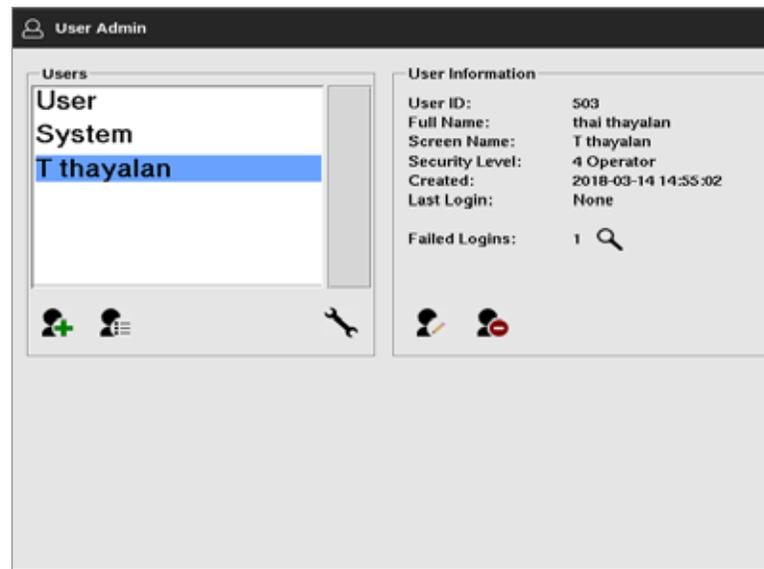

Figura 7-3 Pantalla Administración de usuario - detalles del usuario
Elija el nombre de usuario. Consulte la Figura 7-3.
1. Elija el usuario requerido. El usuario se resaltará en azul. Consulte la Figura 7-3.